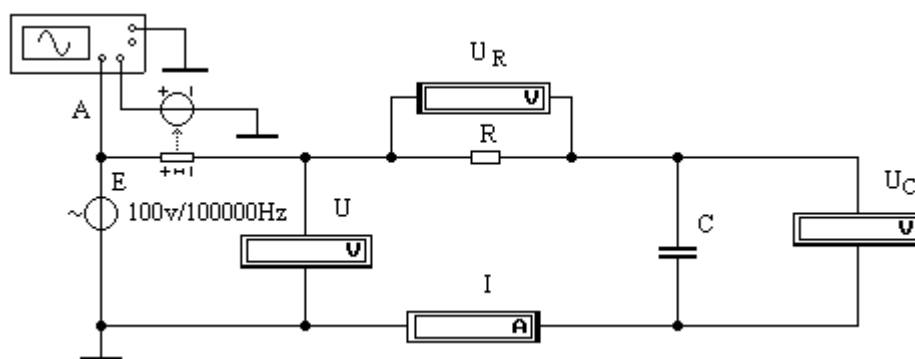

Рисунок 2- Схема исследования RC - цепи.
1. Собрать схему электрической цепи (рисунок 2).